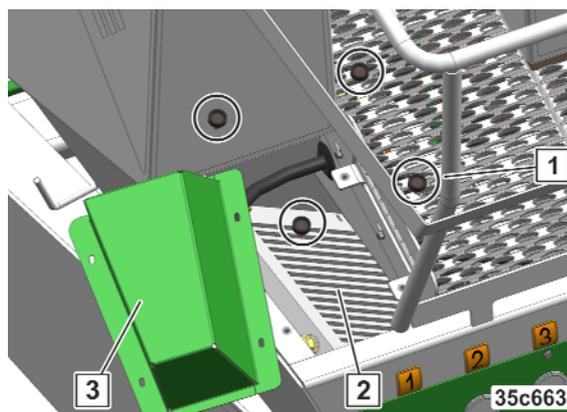

Fig. 275
2. Nettoyer la grille de protection de l'aspiration de la turbine (Fig. 275/3).
3. Desserrer et retirer tous les écrous moletés (Fig. 275/1).
5. Nettoyer l'échangeur thermique (Fig. 275/2).